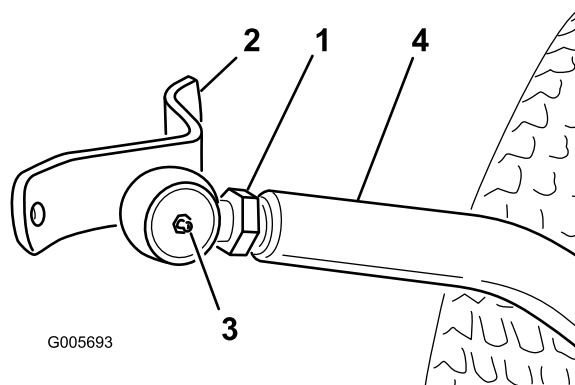

Bild 19
2. Drehen Sie das Kugelgelenk in den rechten Schubarm, bis die Mitte des Kugelgelenks ca. 60 mm von der Vorderseite des Schubarms entfernt ist (Bild 19). Ziehen Sie die Klemmmutter nicht an.